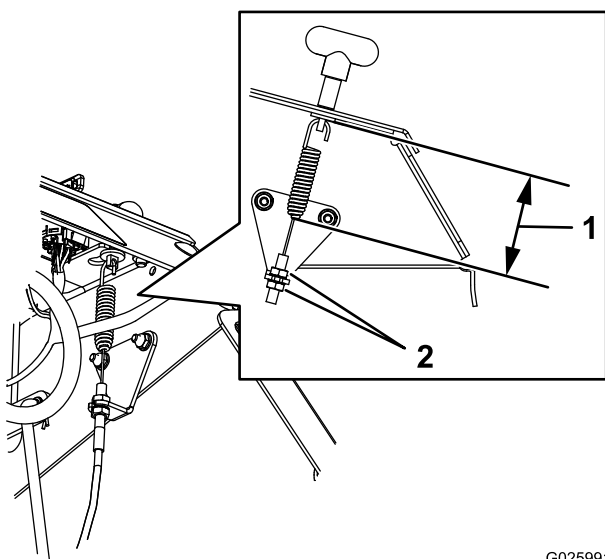

Figura 47
4. Afloje la contratuerca del cable del freno debajo de la consola (Figura 47).
5. Ponga el freno de estacionamiento (Figura 47).
6. Ajuste la posición de la contratuerca hasta obtener un espacio de 7.9 cm (3 1/8") desde la parte inferior del acoplamiento hasta el extremo inferior del muelle (Figura 47).
7. Apriete las contratuercas para ajustar el cable (Figura 47).